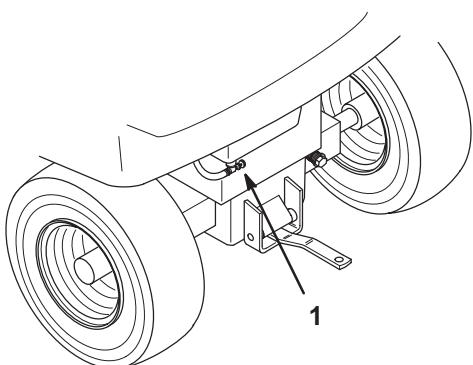

Figure 44
3. Fermez le robinet d'arrivée d'essence sur le réservoir (Fig. 44 et 45).
2. Fermez le robinet d'arrivée d'essence sur le réservoir (Fig. 44 et 45).
10. Ouvrez le robinet d'arrivée d'essence sur le réservoir (Fig. 44 et 45).